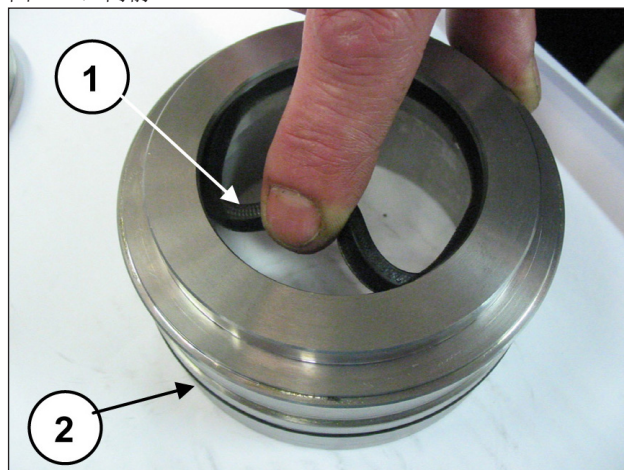

图 200
将低压密封圈插入KC密封圈支架（位置①，图 200），请注意组装方向，使密封唇（朝向头部）和O形圈（位置②，图 200）向前。